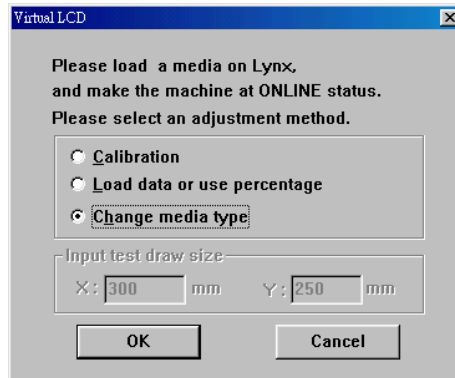

Abb. 4-7
2. Wählen Sie "Change media type" (siehe Abb. 4-7)